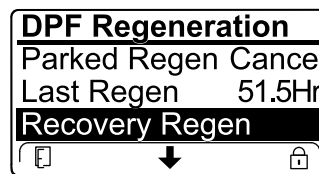

Figura 78
- În cazul în care computerul motorului nu a solicitat o regenerare de recuperare și derulai în jos la opțiunea RECOVERY REGEN (Regenerare de recuperare), regenerarea de recuperare se blochează și pictograma de blocare (Figura 78) apare în colul dreapta jos al InfoCenter.